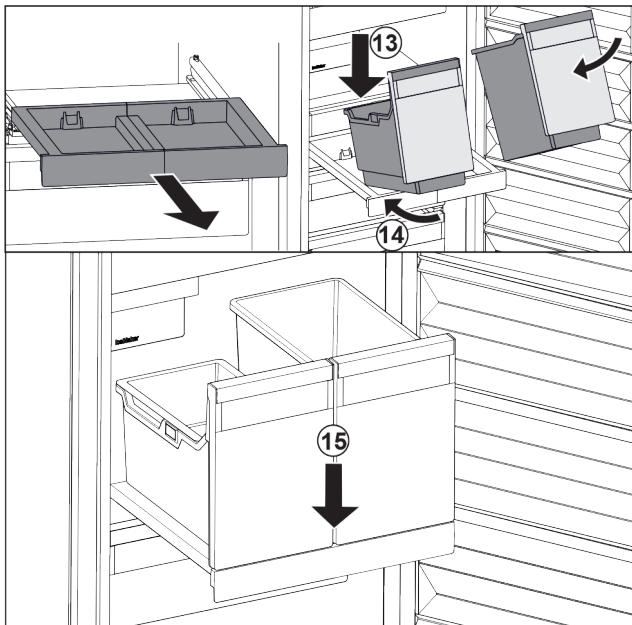

Fig. 28
- ▶ Applicare i contenitori in modo inclinato sul ripiano estraibile. Fig. 28 (13)
- ▶ Inserire il contenitore in modo inclinato verso la parte posteriore. Fig. 28 (14)
- ▶ Abbassare il contenitore nella parte anteriore. Fig. 28 (15)